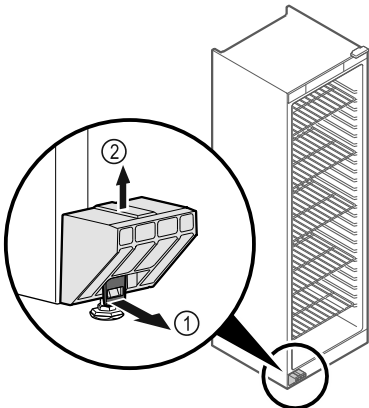

Fig. 1
- Beugel Fig. 1 (1) naar voren trekken.
- Transportbeveiliging Fig. 1 (2) naar boven toe lostrekken.